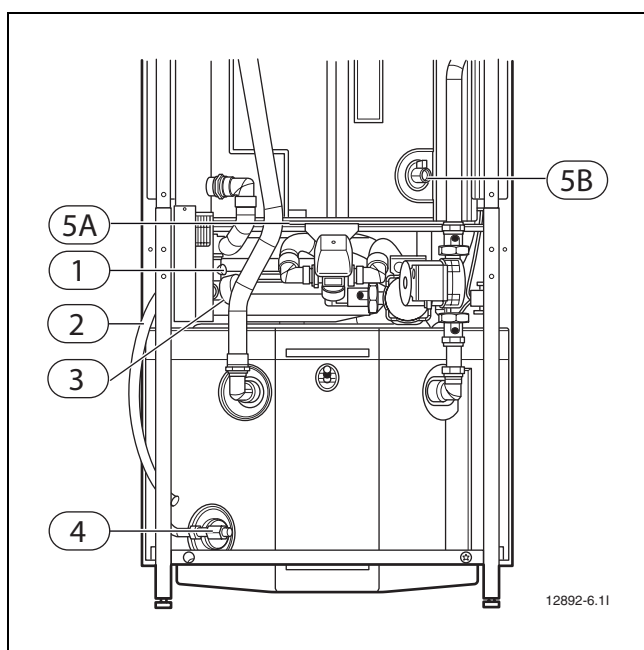

Bild 25 Kopplingsutrymme Kombimodul 200-300 A/W
- ▶ Kontrollera säkerhetsventilen två gånger per år genom att trycka ner vipparmen (→ Bild 25).